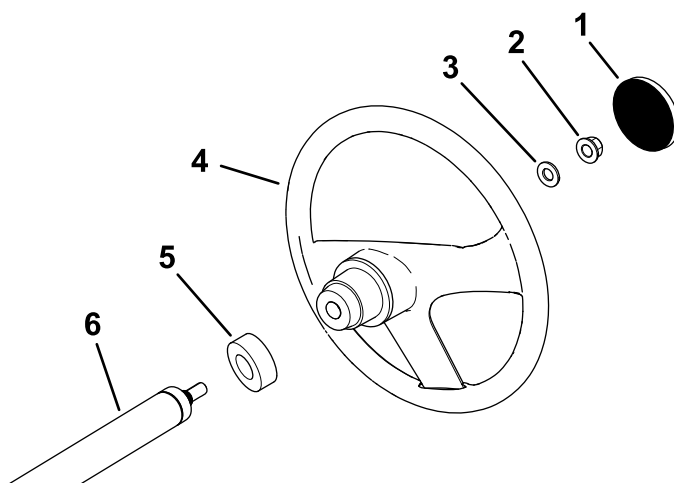

Figura 3
1. În cazul în care capacul este instalat, îndepărtați-l de pe butucul volanului (Figura 3).
2. Îndepărtați contrapiulia (½") de pe arborele de direcție (Figura 3).
3. Glisați volanul, capacul de protecție împotriva prafului i aiba (½") pe arborele de direcție (Figura 3).
5. Montați capacul pe volan (Figura 3).